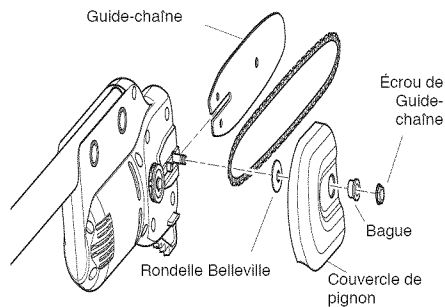

Figure 1 - Installation du guide-chaîne
2. Desserrez puis retirez l'écrou du guide-chaîne, le couvercle du pignon et la rondelle (voir la Figure 1).